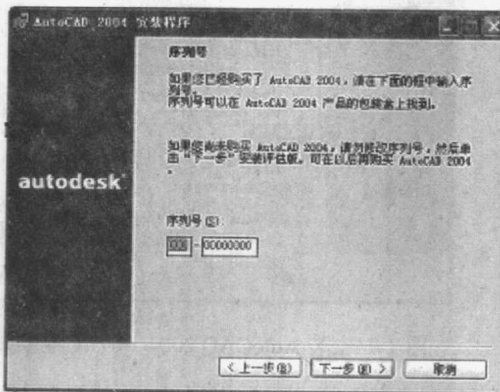

图 1-5 安装 AutoCAD 2004 ——序列号窗口
(4) 弹出序列号窗口, 如图 1-5 所示。用户将获得的序列号填入对话框中, 然后单击【下一步】按钮。